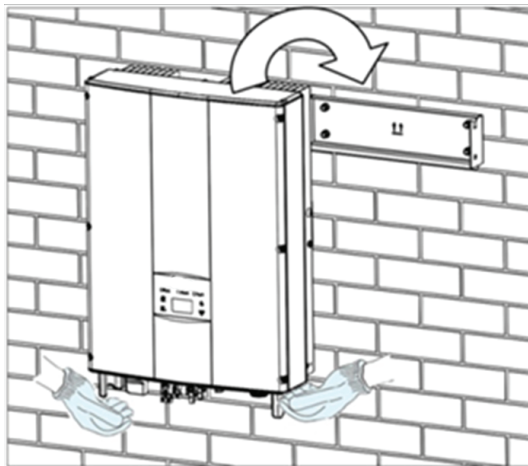

Figure 14: Installation de l'onduleur
(5) Accrochez l'onduleur sur le support d'installation et assurez-vous que l'installation est suffisamment solide. Comme le montre la Figure 14.